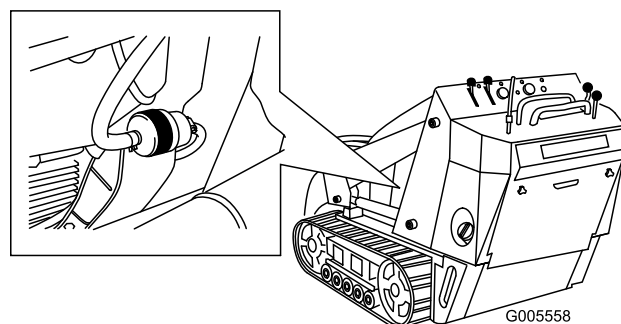

Figura 40
4. Bloccate i tubi del carburante su entrambi i lati del filtro (Figura 40).
5. Premete le estremità delle fascette stringitubo ed allontanatele dal filtro (Figura 40).